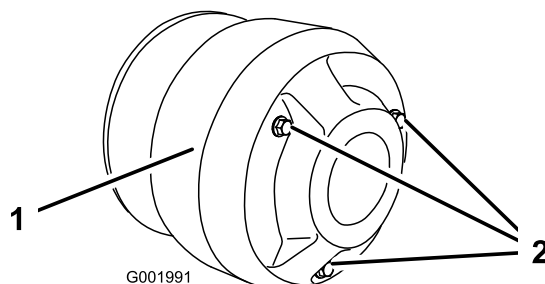

Bild 56
4. Entfernen Sie die drei Schrauben, mit denen die Abdeckung an der Kupplung befestigt ist und nehmen Sie die Abdeckung ab (Bild 56).